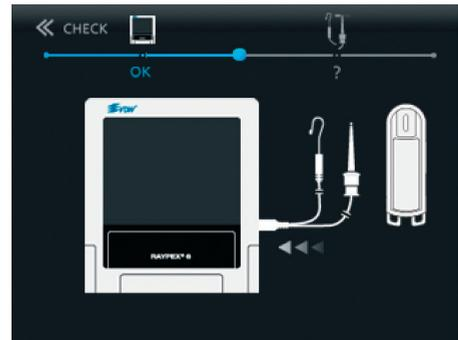

Abb. 32 Anschluss des Messkabels
- Verbinden Sie das Messkabel mit dem Gerät (Abb. 32).